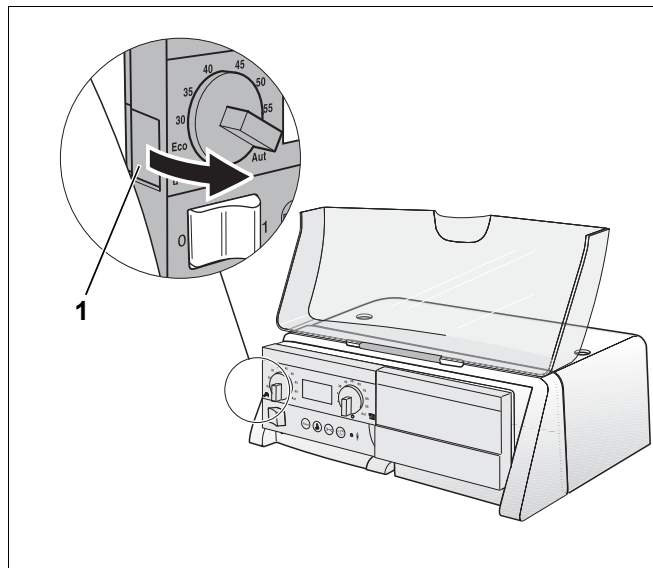

Рис. 2 Демонтаж главного регулятора
- Нажмите фиксирующий язычок (рис. 2, поз. 1) на главном регуляторе.